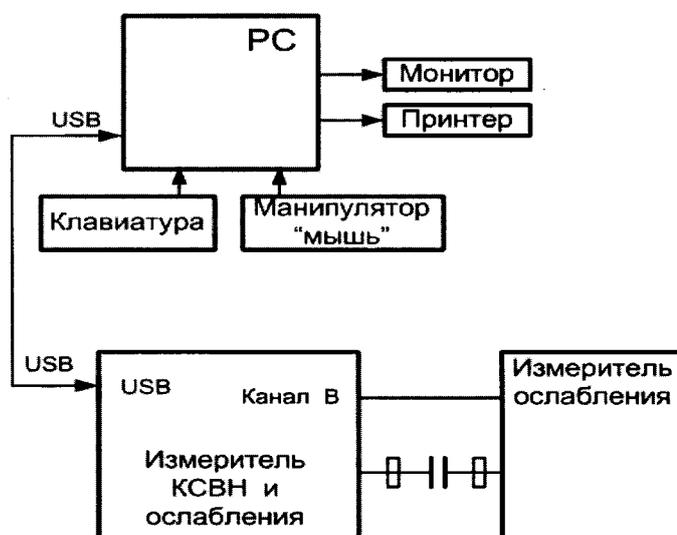

Рисунок 6
– подсоединить входной фланец канала В к выходному фланцу блока измерения ослабления из комплекта поставки измерителя P2-65М (рисунок 6);